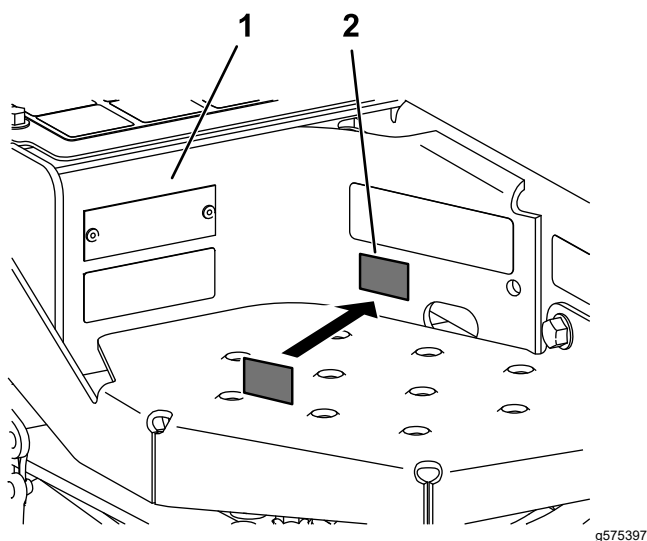

Figura 5
1. Utilize álcool isopropílico e um pano limpo para limpar a área junto da placa do número de série, e deixe a área secar (Figura 5).
2. Remova a proteção do autocolante de ano de fabrico e aplique o autocolante (Figura 5).